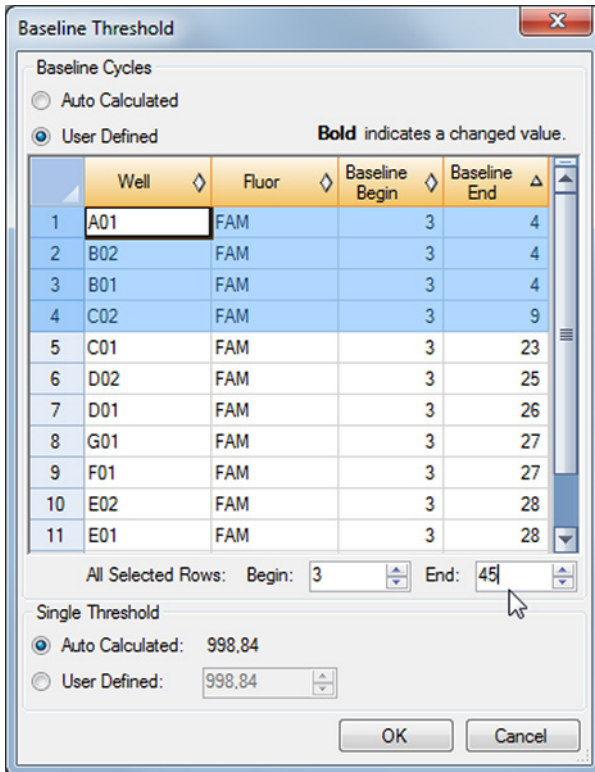

Abb. 5: Dialogfenster Baseline Threshold (Baseline-Schwellenwert)
3. Klicken Sie in der Menüleiste des Fensters Data Analysis (Datenanalyse) auf **Settings** → **Baseline Threshold...** (Einstellungen → Baseline-Schwellenwert...), um das Dialogfenster Baseline Threshold (Baseline-Schwellenwert) zu öffnen (siehe Abbildung 5).
5. Wählen Sie alle Zeilen mit einem **Baseline End** (Baseline-Ende) Wert zwischen 1 und 9 aus (siehe Abbildung 5).
6. Setzen Sie den Wert im Feld **End:** (Ende:) für die ausgewählten Zeilen auf 45 (siehe Abbildung 5).
9. Wiederholen Sie die Schritte 3–7 für den Detektionskanal VIC™ (IC).